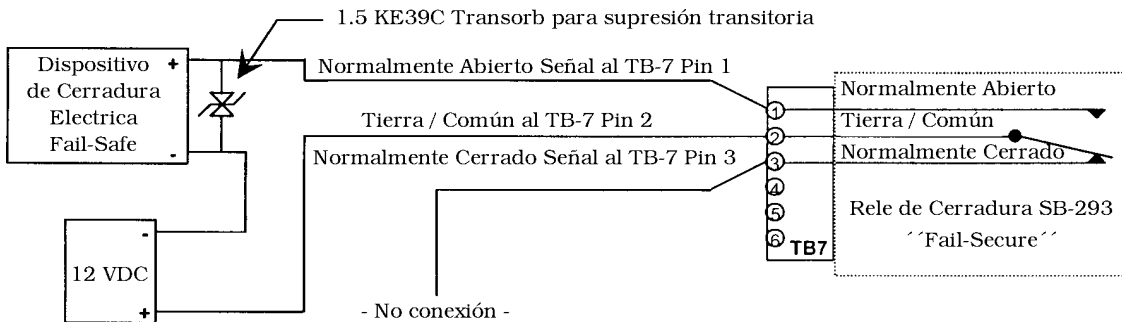

Figura 6: Relé de Salida de Cerradura *Fail-Secure*
- Ve a Figura 6 para un dibujo de ejemplo de Relé de Salida de Cerradura *Fail-Secure*